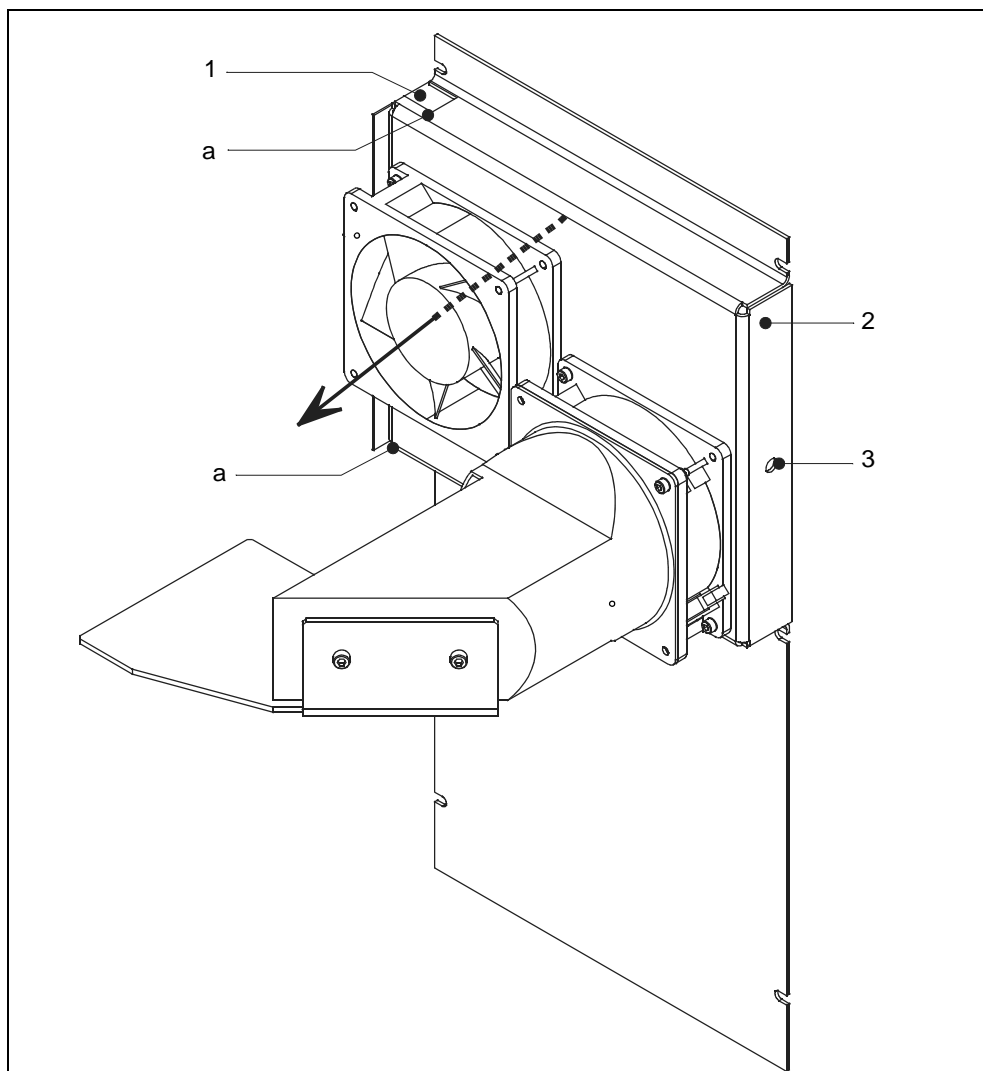

Abb. 9-2 Luftfilter Chassiswand austauschen
- Greifen Sie den Filtereinsatz mit zwei Fingern an den in Abb. 9-2/a gezeigten Ausbrüchen und ziehen den Filtereinsatz aus der Führung heraus. Sollte dies nicht möglich sein, drücken Sie mit einem Werkzeug den Filter durch die hinterer Auswurfbohrung Abb. 9-2/3 nach vorne.
- Beachten Sie beim Einsetzen des neuen Luftfiltereinsatzes die Lüftungs-richtung. Sie ist im obiger Abb. 9-2 durch einen schwarzen Pfeil dargestellt.